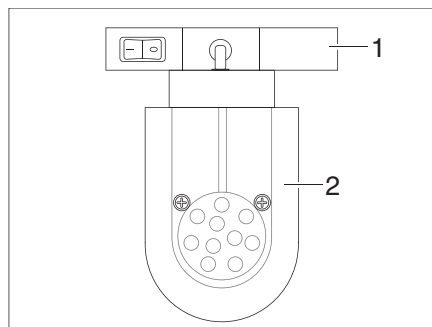

Fig. 140 Spot DEL (exemple)
- Saisir le support (Fig. 140,1) et le tourner de 90°.
- Retirer le spot DEL (Fig. 140,2) du système de rail.
- Placer le spot DEL (Fig. 140,2) à la position désirée dans le système de rail et le tourner de 90°.